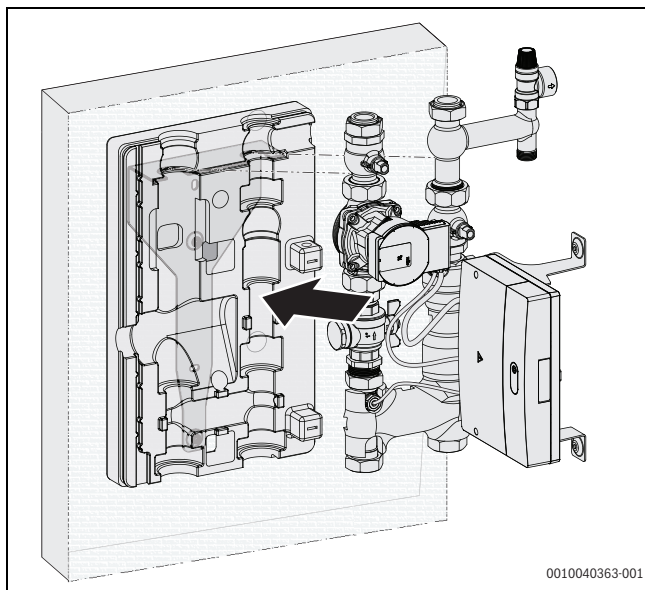

Bild 10 Inneneinheit in Wandhalterung montieren
- Wärmeschutz mit Inneneinheit auf die Wandhalterung montieren (→Bild 10).